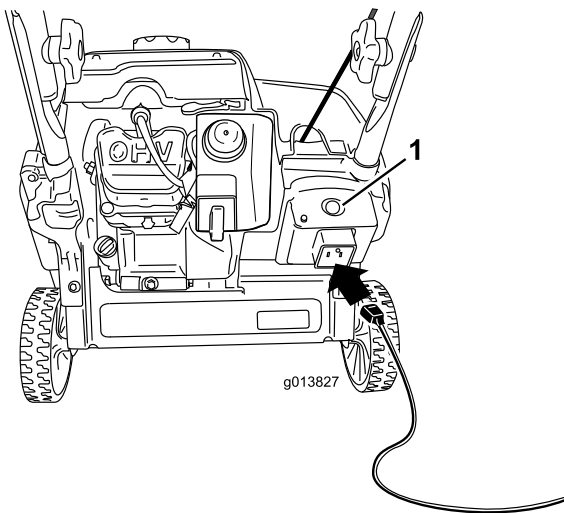
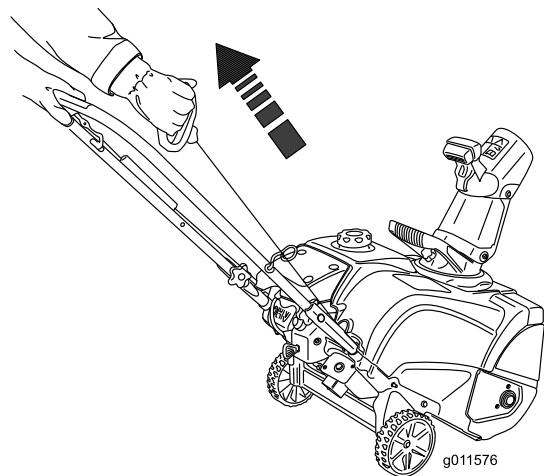

Figure 18
Figure 19
4. Raccordez la rallonge au secteur et à la machine, puis appuyez sur le bouton du démarreur électrique (modèle 38473 uniquement) (Figure 18), ou tirez la poignée du lanceur (Figure 19).